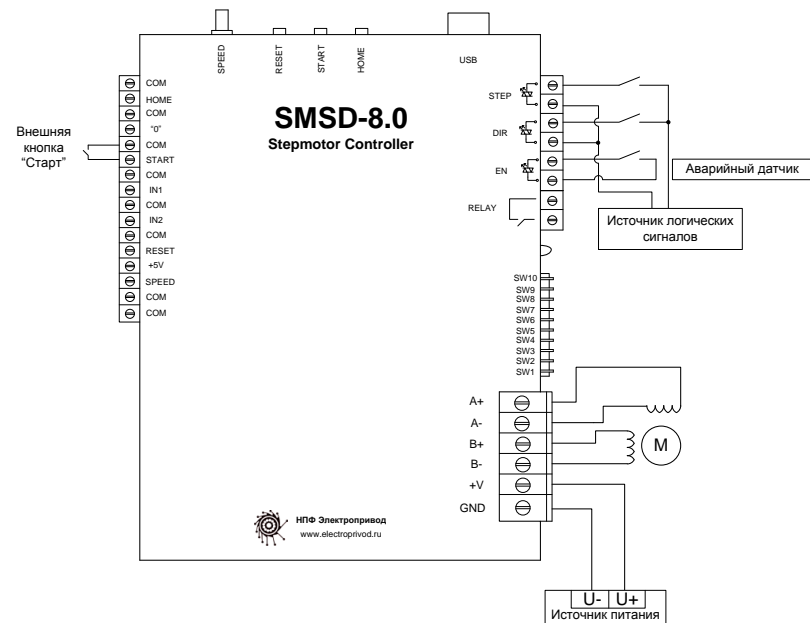
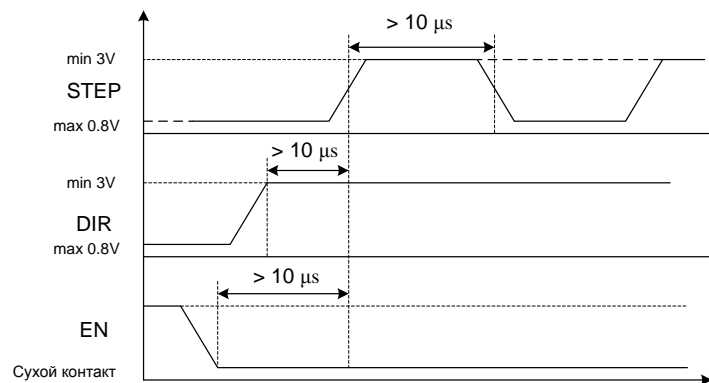

Рис.3. Пример подключения блока SMSD-8.0 в режиме драйвера
Рис. 7. Осциллограмма управляющих сигналов для работы в режиме драйвера
В режиме драйвера необходимо подавать нужную последовательность сигналов ШАГ, НАПРАВЛЕНИЕ, РАЗРЕШЕНИЕ на входы STEP (10), DIR (10), EN (9) соответственно (полярность сигналов не важна при подключении). Пример схемы подключения приведен на рис.3. Сигналы необходимо подавать согласно осциллограмме, изображенной на рис. 7.